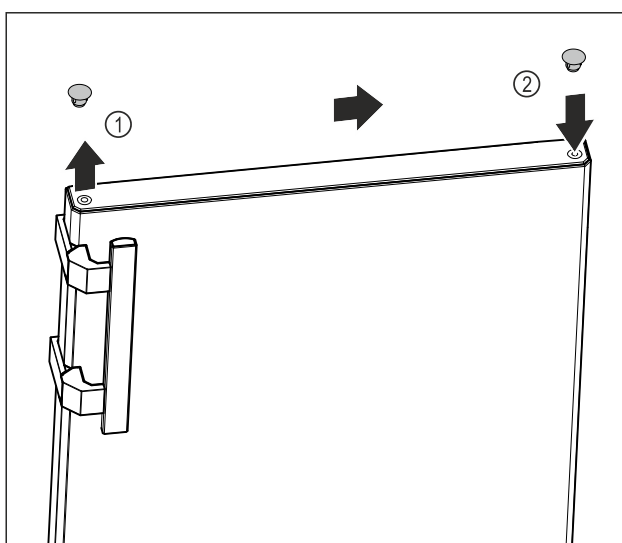

Fig. 13
- ▶ Løft forsigtigt dækproppen på dørens overside Fig. 13 (1) af ved hjælp af en kærvskrueetrækker.
- ▶ Indsæt dækproppen på den modsatte side. Fig. 13 (2)